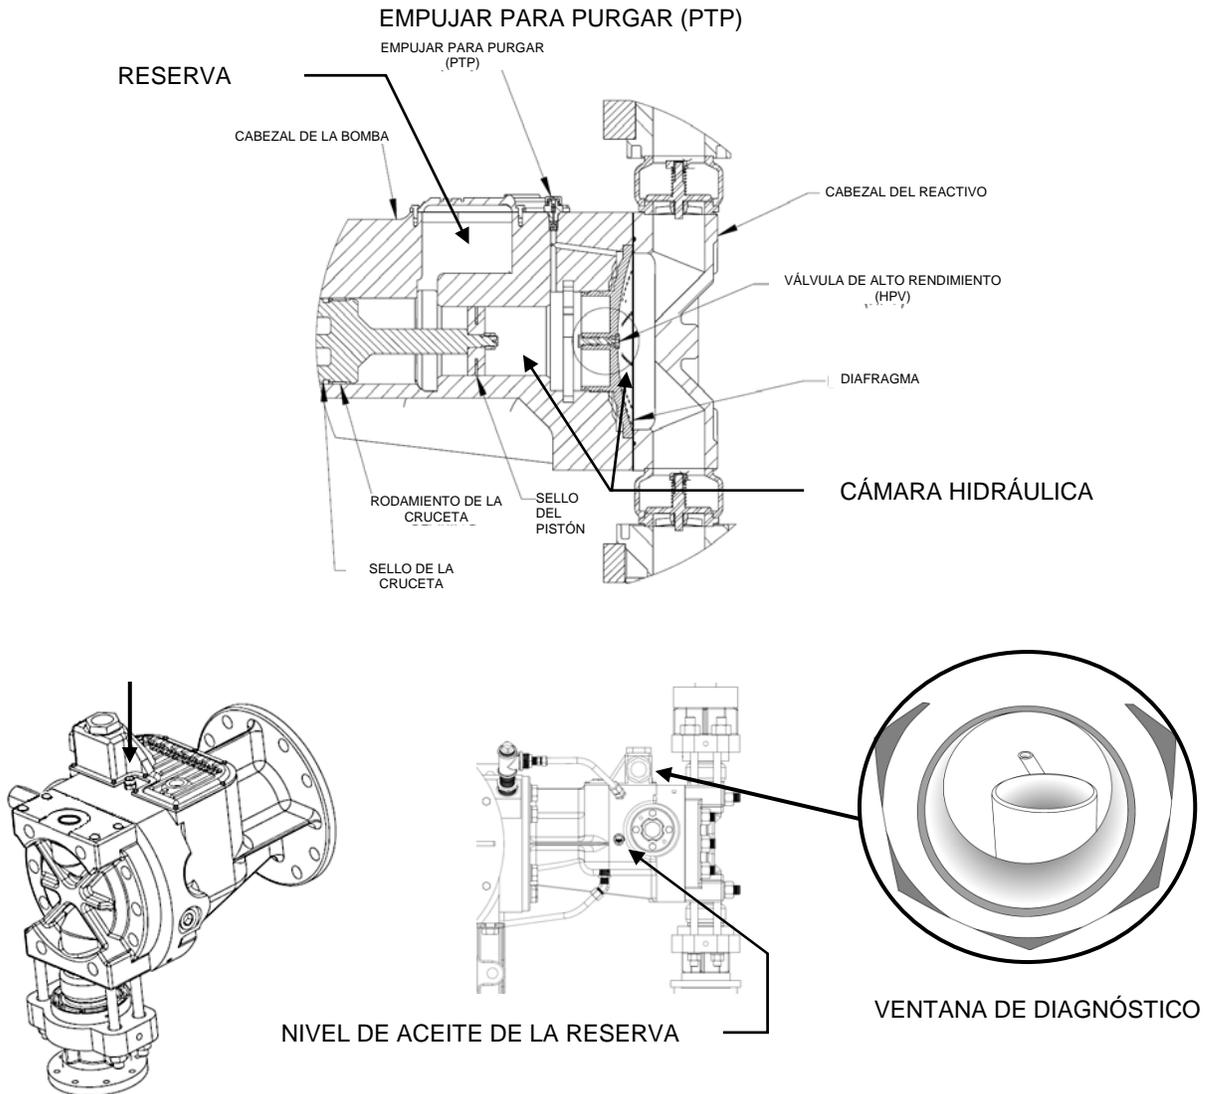

Figura 13
3. Permita que la bomba opere por 30 minutos. Durante este tiempo oprima y sostenga completamente el botón de la válvula PTP por varios segundos cada 5 minutos. Después de aproximadamente 15 minutos, el aceite deberá de fluir hacia afuera del pequeño puerto de diagnóstico (consulte la Figura 13), pero podría verse espumoso. Al final del periodo de 30 minutos, el aceite que sale del puerto de diagnóstico debe estar libre de burbujas. Dependiendo del flujo y presión de descarga del sistema, el aceite puede chorrear del puerto de diagnóstico. Esto es normal.